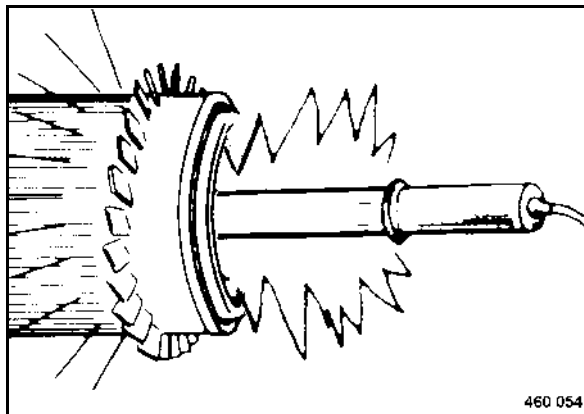

fig. 98
- Inspecter l'état de la cartouche (fig. 98) à l'aide d'une lampe et vérifier, si elle présente des trous, fissures ou autres endommagements.